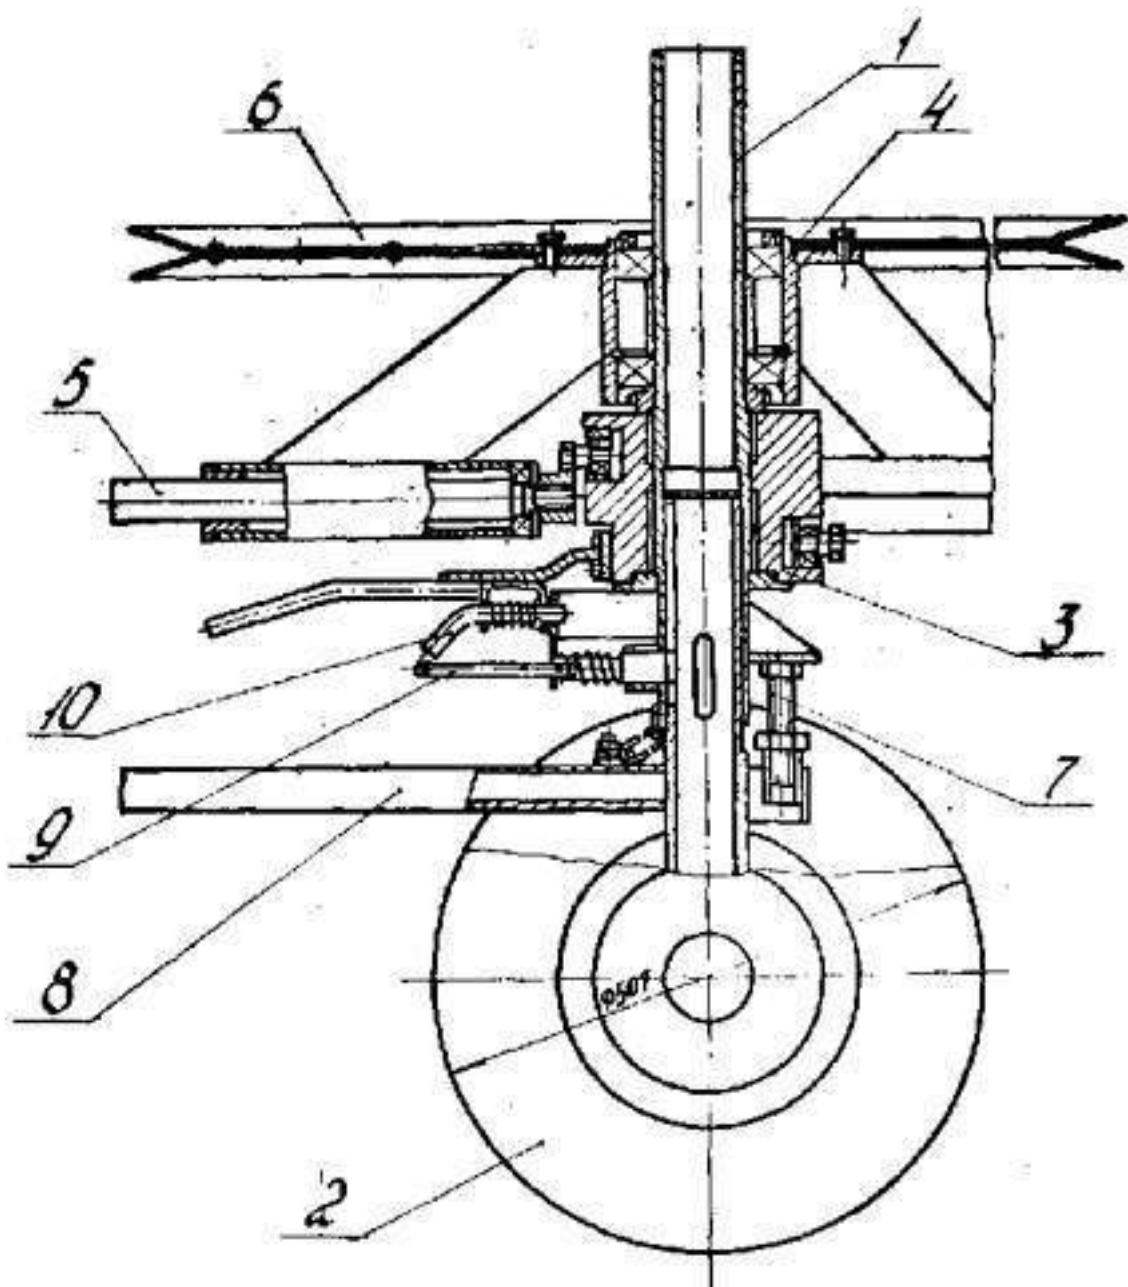
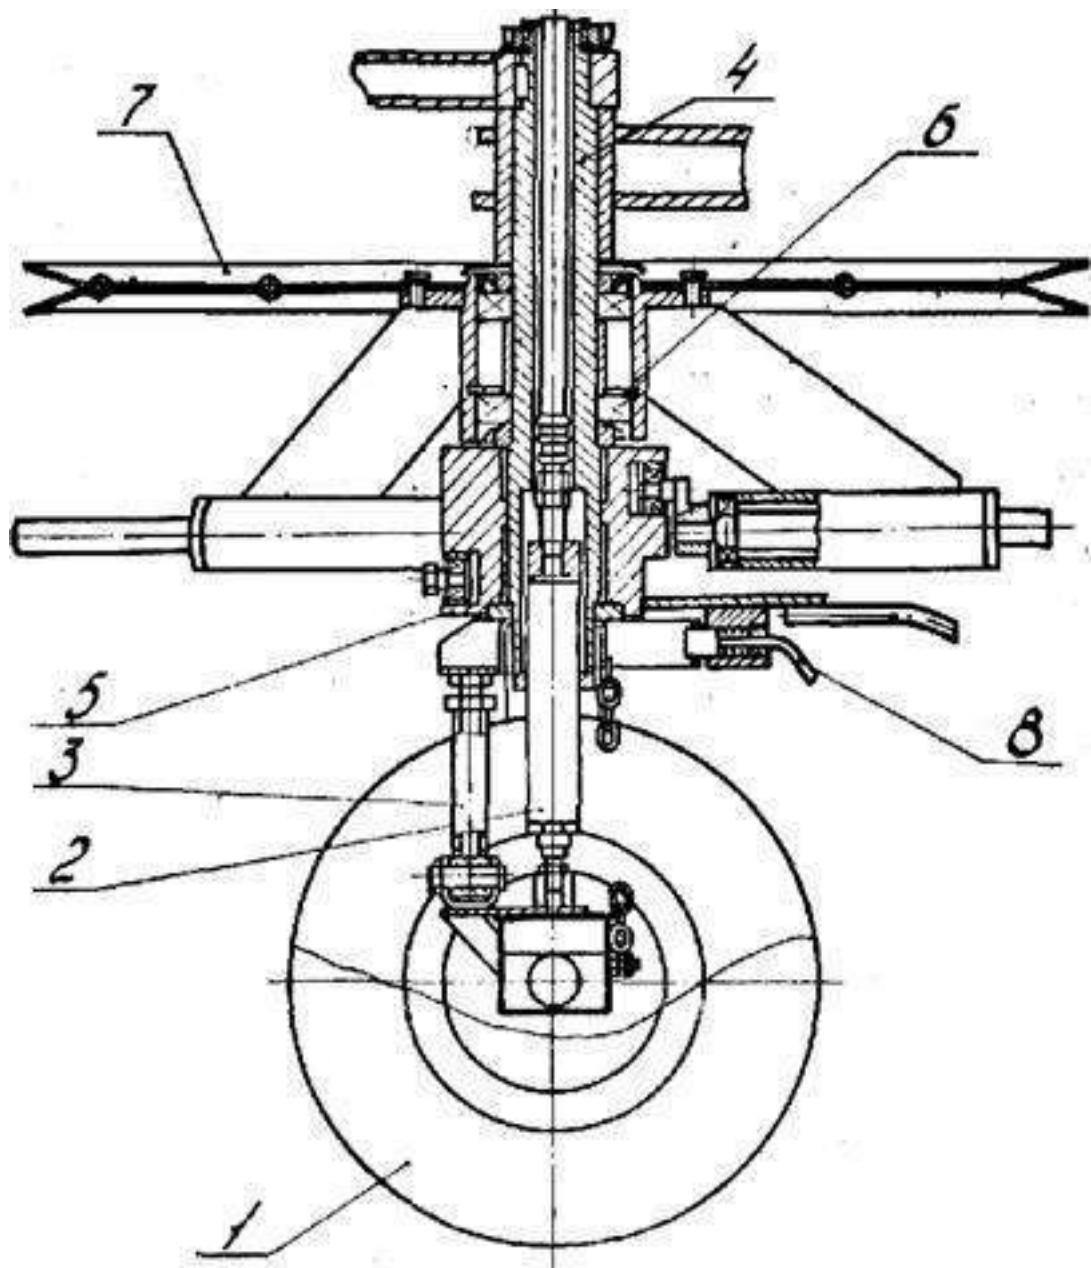

Рис. 1.4. Ротор левый
Рис. 1.5. Ротор правый
1.4. Ротор левый 3 состоит из корпуса 4 /рис.1.4/, в котором смонтированы граблины. Корпус ротора устанавливается на подшипниках качения на оси 1, нижняя часть которой опирается на колесный ход 2, В нижней части корпуса установлен копир 3, который может поворачиваться на оси и фиксируется в трех положениях при помощи фиксатора 10. В верхней части корпуса крепится шкив 6. В транспортное или рабочее положение колесный ход 2 поворачивается ручкой 8 и фиксируется стопором 9.
1.5. Ротор правый состоит из корпуса 6 /рис.1.5/, в котором смонтированы граблины. Корпус ротора устанавливается на подшипниках качения на оси 4. Внутри оси расположен гидроцилиндр 2, служащий для подъема ротора и закрепленный на колесном ходе 1. В нижней части корпуса установлен копир 5, который поворачивается на оси и фиксируется в трех положениях фиксатором 6. В верхней части корпуса крепится шкив 7.
- 4.4.2. Установите колесный ход 1 правого ротора /рис.1.5/ рабочее положение /балка оси колес параллельно раме/ повернуть упор 3 на 90° /при этом болт должен находиться под кронштейном оси ротора/. Опустите ротор.
- 4.4.3. Установите колесный ход 2 левого ротора /рис.1.4/ в рабочее положение, тягой выведя стопор 9 из паза, повернув ручку 8 на 90° и зафиксировав стопором. Приспустите ротор прицепным устройством трактора так, чтобы колеса левого ротора находились на расстоянии 10...40 мм от поверхности почвы.
- 4.4.4. Отсоедините с니цу от рамы 1 сняв фиксатор 14 /рис.1.4/ довернув руль трактора вправо, задним ходом переведите грабли в рабочее положение.
- 4.5. Отрегулируйте зазор между зубьями граблин и почвой. Зазор должен быть 10...20 мм и регулируется на левом роторе с помощью регулировочного болта 7 /рис.1.4/, а на правом роторе регулировочным болтом на упоре 3 /рис.1.5/.